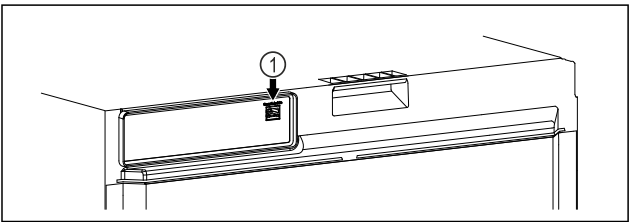

Fig. 110
- ☐ SmartModule Fig. 110 (1) 已使用。